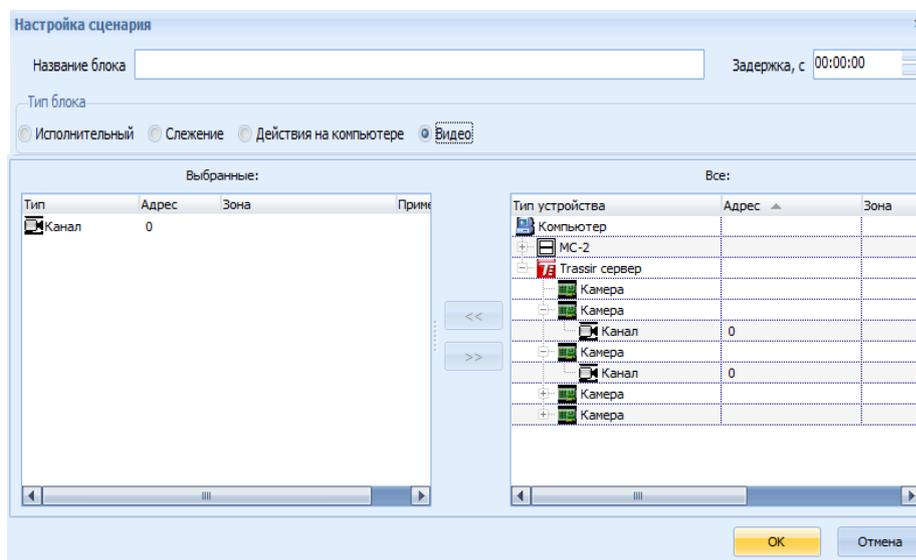

Рис. 54 Окно **Настройка сценария**, блок Видео
4. в открывшемся окне **Настройка сценария** необходимо указать **Название блока**, а также перенести устройства Канал и Камера из поля **Все** в поле **Выбранные**, а затем нажать кнопку **Ок** (Рис. 54);